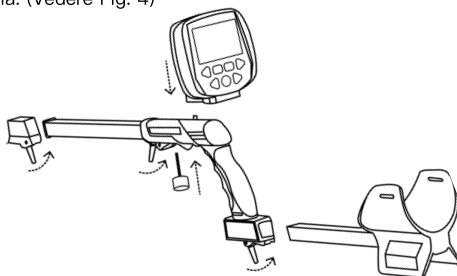

Fig.4
3. Inserire l'asta centrale nell'asta superiore. Regolare la lunghezza di inserimento dello stelo centrale nello stelo superiore e fissare la fibbia. (Vedere Fig. 4)